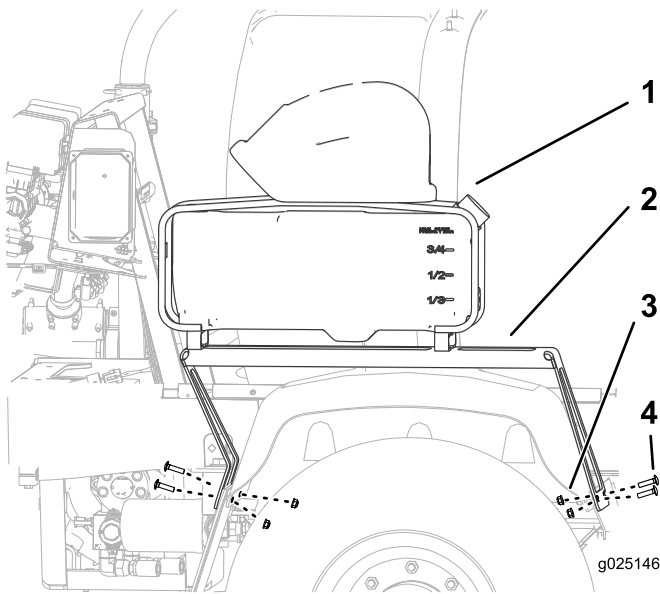

Figura 3
2. Fissate la staffa alla macchina servendovi di 4 bulloni (5/16 poll.) e 4 dadi (5/16 poll.) come illustrato nella Figura 3.